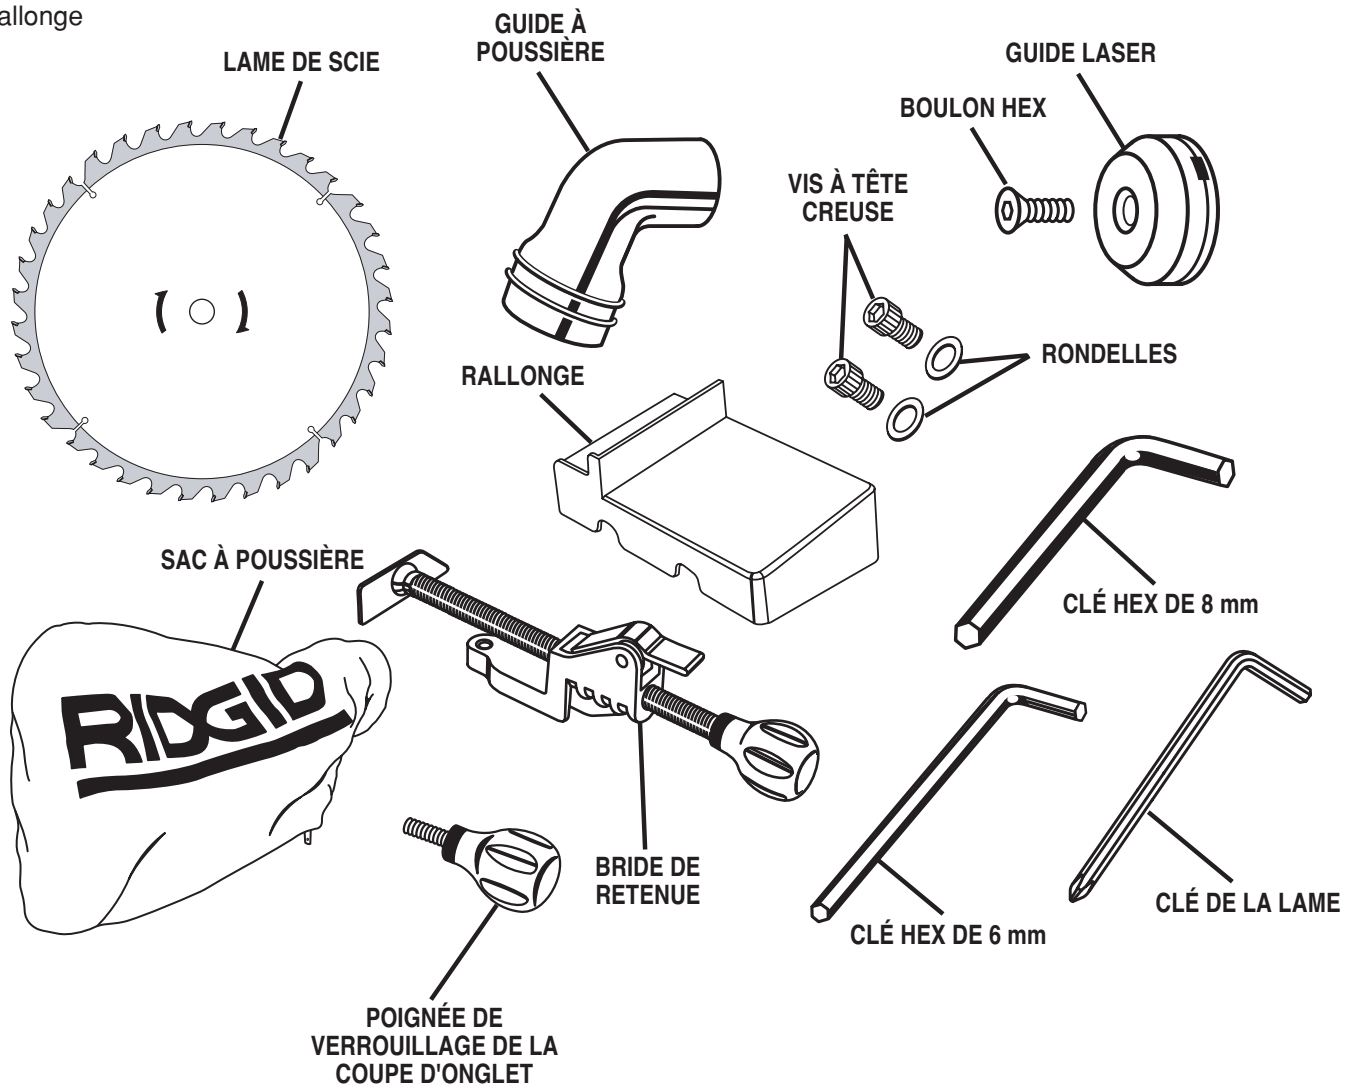

Fig. 1
- Retirez toutes les pièces détachées du cartonnage. Séparez-les et vérifiez-les d'après la liste des pièces détachées. *Voir figure 1.*